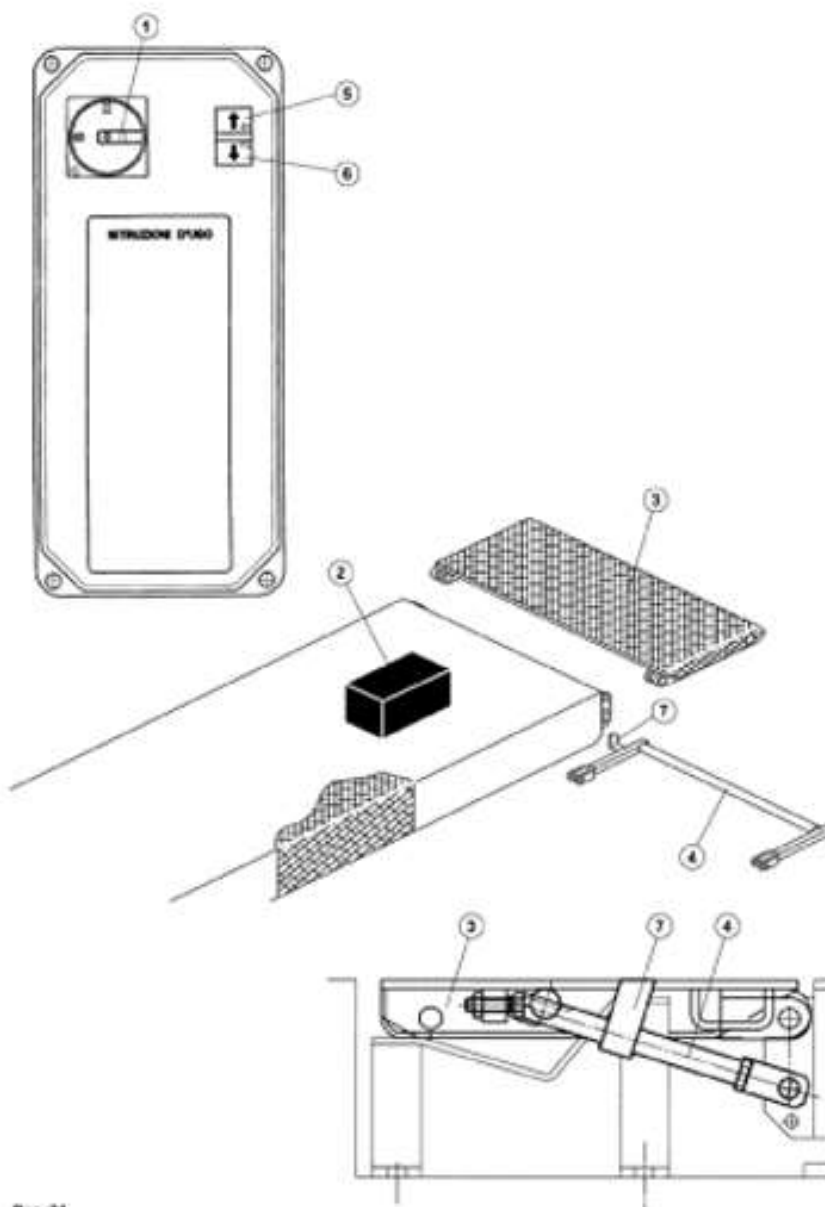

Рис. 24
Резиновые проставки (2) (см. рис. 24.) № 412099 (20x120x160)